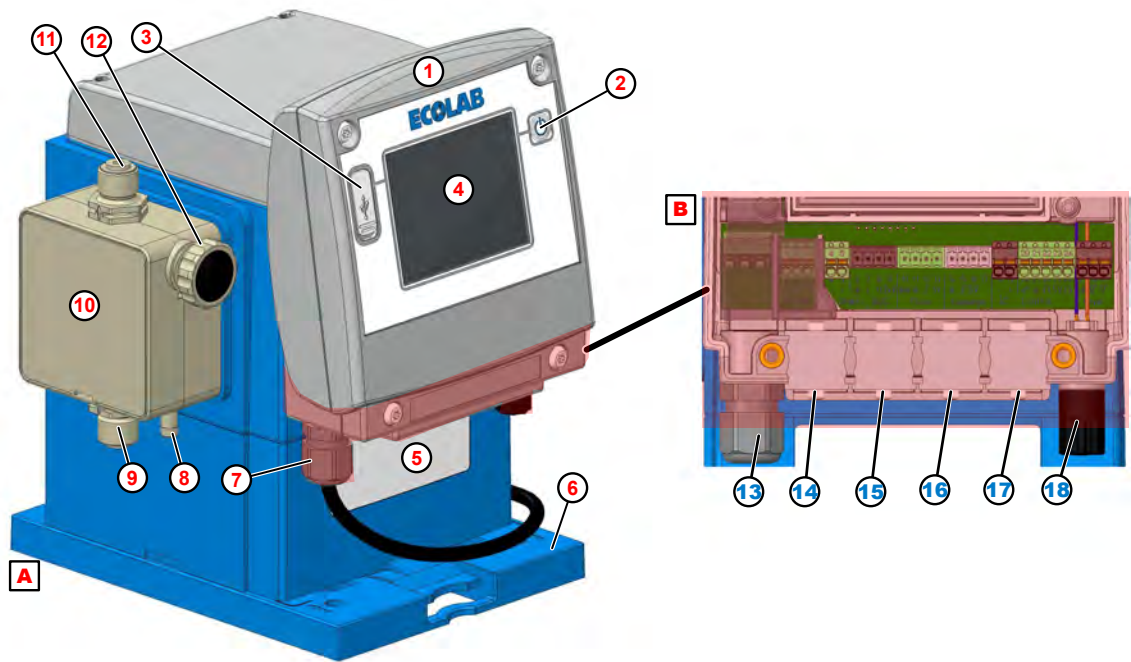

Fig. 11 : Construction du système « EcoAdd »
Diamètre extérieur de câble autorisé pour la connexion des entrées/sorties : DE Ø = 5,1-5,7 mm (Fig. 11 , ⑭ - ⑰).